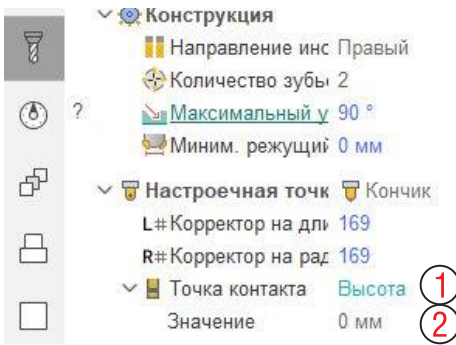

Рис. 7-30. Параметр Точка контакта вкладки Инструмент.
На вкладке **Инструмент** задайте параметр **Точка контакта** (1 на рис. 7-30) как **Высота. Значение** (2) оставляем 0. Т.е. на виде сверху инструмент касается профиля диаметром 3 мм. Рассчитайте операцию.